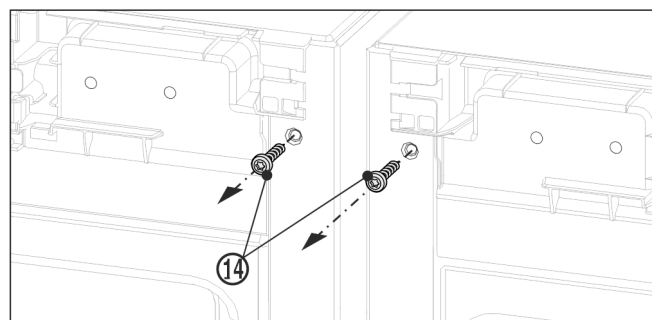

Fig. 11
- 安装上方角前, 先旋出两个地脚螺栓 Fig. 11 (14)。